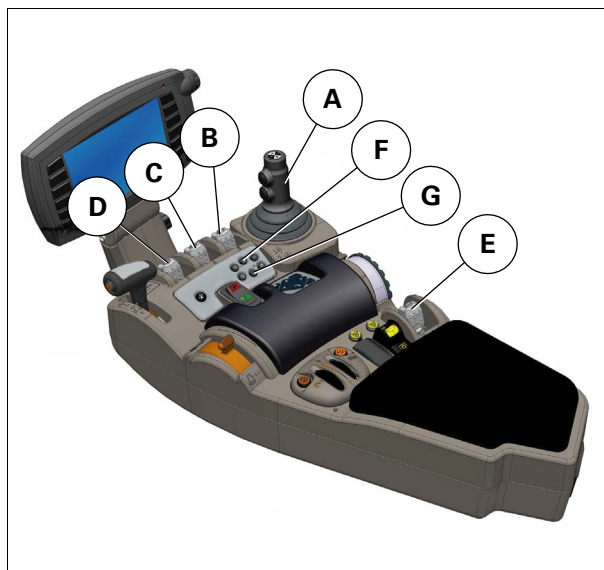

Рис. 14.
В зависимости от конфигурации трактора орган управления FingerTIP № 6 может использоваться для управления распределительным клапаном № 6 или передним сцепным устройством. Переключатель (G) рис. 14 используется для выбора переднего сцепного устройства или гидрораспределителя номер 6.